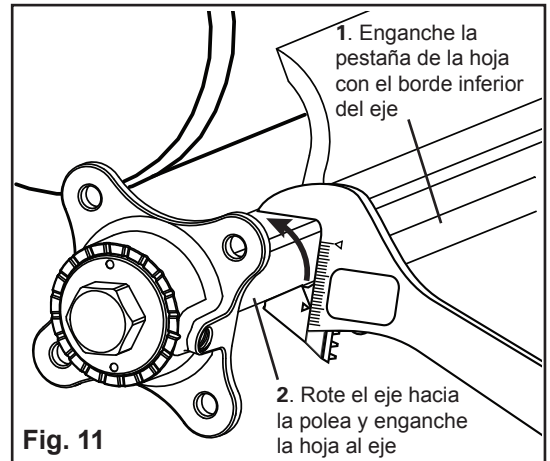

Fig. 11
18. Coloque la hoja de limpieza (Fig. 11).